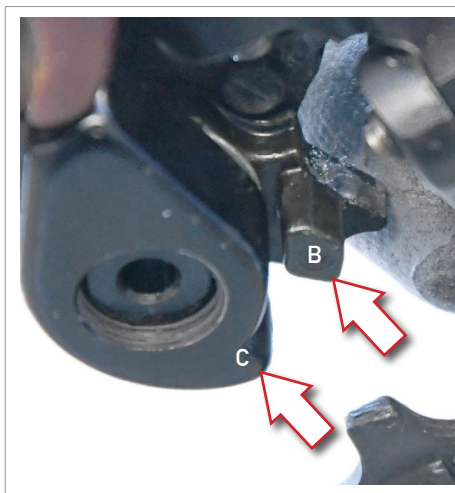
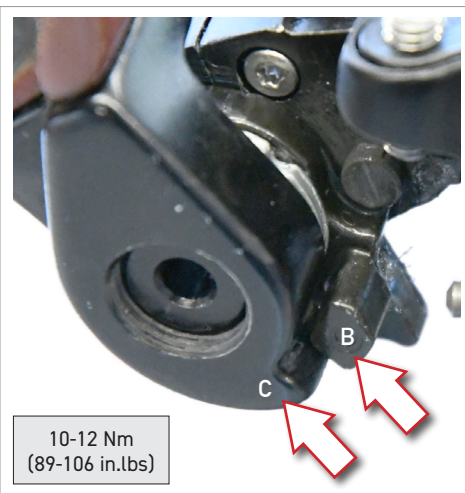

Fig.5
Fig.6
• En fase de montaje, asegúrese de que el diente del cambio (B - Fig.5) se apoye correctamente en el diente que hay en la patilla del cambio (C - Fig. 6).